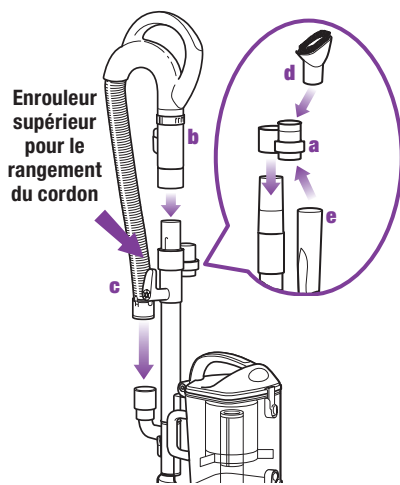

Fig. 10
- 4 Faites glisser le support d'accessoire (a) en position opposée à l'enrouleur du cordon supérieur, par-dessus le tube de rallonge. Alignez la languette avec la rainure et poussez vers le bas. (Fig. 10)
- 5 Poussez la poignée (b) sur le dessus du tube de rallonge jusqu'à ce qu'un déclic indique qu'elle est en place. (Fig. 10)
- 6 Insérez l'extrémité du tuyau extensible (c) dans le connecteur situé à l'arrière du chariot amovible. (Fig. 10)
- 7 Rangez la brosse à épousseter (d) et le suceur (e) sur les montures sur le support d'accessoires. (Fig. 10)
- 3 Mettez l'interrupteur marche/arrêt (b) en position "I" pour passer l'aspirateur sur les planchers (aspiration directe seulement) ou en position "II" pour mettre ne marche la brosse motorisée (pour les tapis et les carpettes). (Fig. 10)
⚠ IMPORTANT: La lampe témoin de la brosse motorisée (c) s'allumera en vert lorsque la brosse motorisée est en marche ou en rouge s'il y a un blocage. (Fig. 10) Cette caractéristique est conçue pour protéger la courroie à vie qui fait fonctionner votre brosse motorisée. Se référer à Rechercher les obstructions, à la page 31.